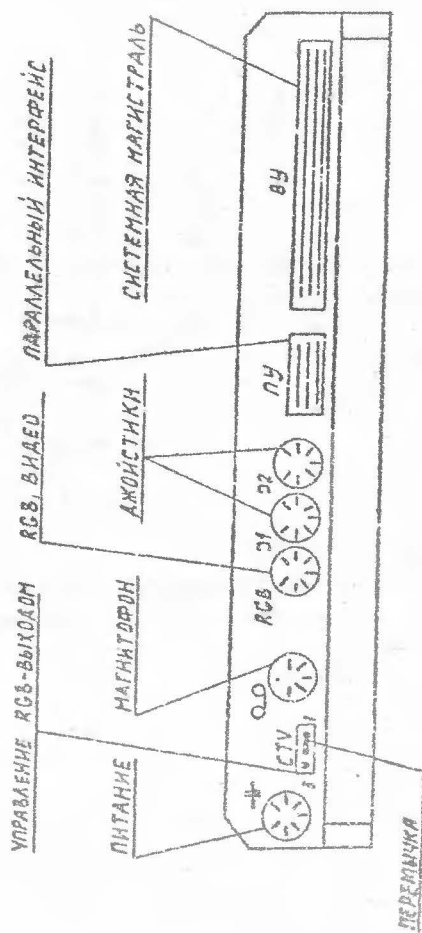

Рис. 2
3) подключите кабели устройств (маркировка соединителей БПЭВМ указана на корпусе - см рис. 2) в следующей последовательности:
Примечание. При использовании цветных телевизоров класса ЗУСЦТ и т.п. с модулем цветности МЦ-2, МЦ-3 и при работе с видеомониторами в черно-белом варианте перемычка на разъеме СТВ (см. рис.2) должна быть установлена в контакты 1 и 2.